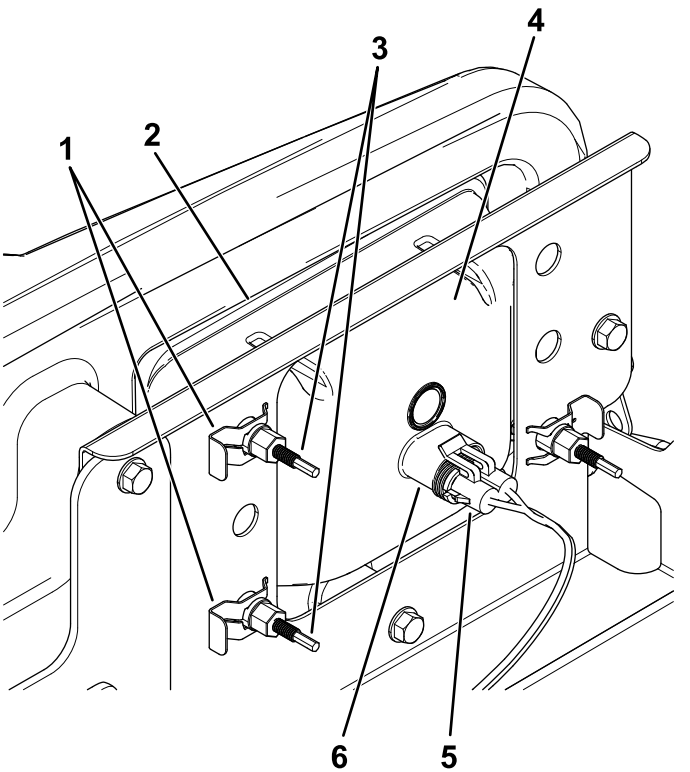

Figura 46
3. Scollegate il connettore elettrico del cablaggio dal connettore del gruppo luci (Figura 46).
4. Togliete i fermagli che tengono bloccato il faro anteriore sulla relativa staffa (Figura 46).
5. Rimuovete il gruppo faro anteriore spostandolo in avanti attraverso l'apertura nel paraurti anteriore (Figura 46).
6. Montate il nuovo faro anteriore attraverso l'apertura nel paraurti (Figura 46).
8. Collegate il connettore elettrico del cablaggio al connettore del nuovo gruppo luci (Figura 46).
5. Sul retro del gruppo faro, ruotate le viti di regolazione (Figura 46) per ruotare il gruppo faro e allineare la posizione di getto del fascio.